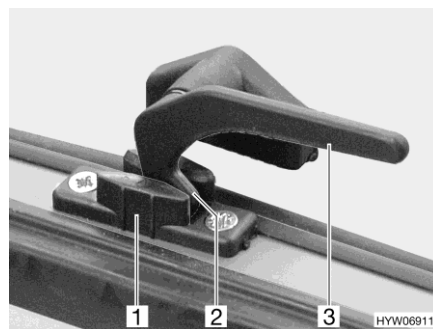

Bild 66 Verriegelungshebel (Stellung "Dauerbelüftung")
- in Stellung "Dauerbelüftung" (Bild 66)
- Alle Verriegelungshebel (Bild 66,3) eine viertel Umdrehung zur Fenstermitte hin drehen.
- Alle Verriegelungshebel wieder zurückdrehen. Die Verriegelungsnase (Bild 66,2) dabei jeweils in die Aussparung der Fensterverriegelung (Bild 66,1) einfahren.